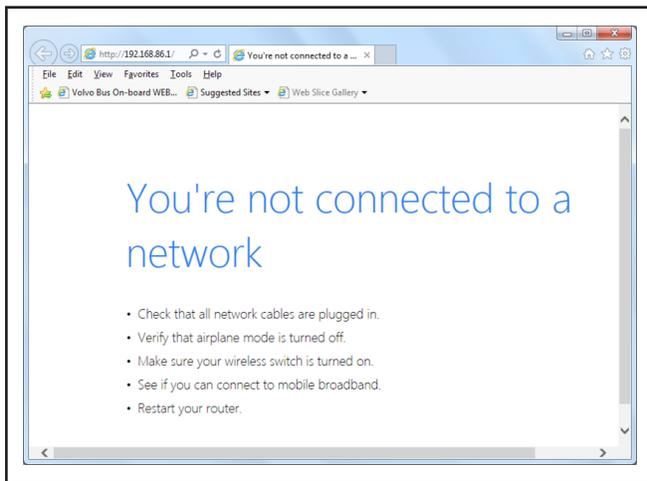

Figure 29 - Page de démarrage du navigateur IE10
13. Ouvrir le navigateur IE10 (Windows7). La page montrée en Figure 29 apparaîtra.